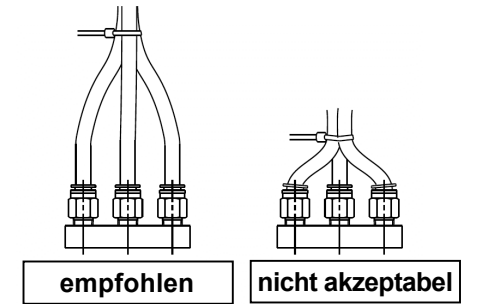

Abb. 8
- Bei der Verbindung der Schläuche mit einem Kabelbinder o. Ä. darauf achten, dass die Steckverbindungen keiner externen Krafteinwirkung ausgesetzt werden (siehe Abb. 8).